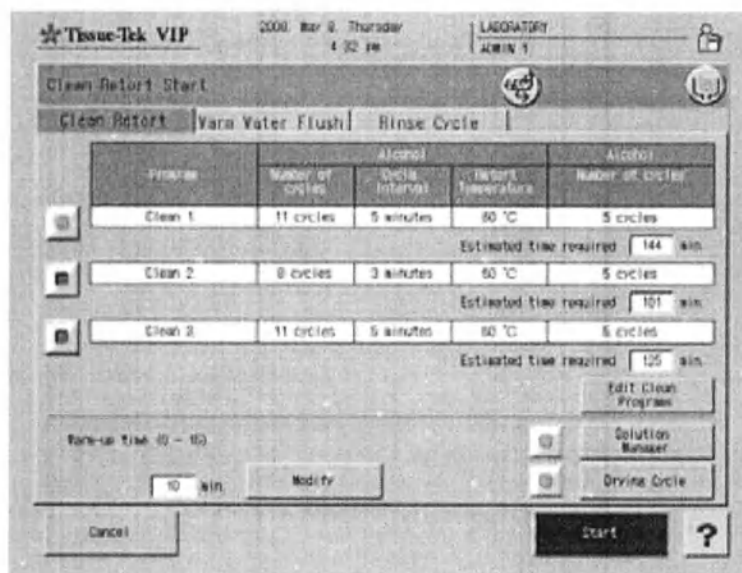

Рис. 91 Запуск очистки реторты
1. В меню Process Menu (Меню процессов) нажмите кнопку «Cleaning» (Очистка). Появится меню «Cleaning Retort Start» (Запуск очистки реторты) (Рис. 91).